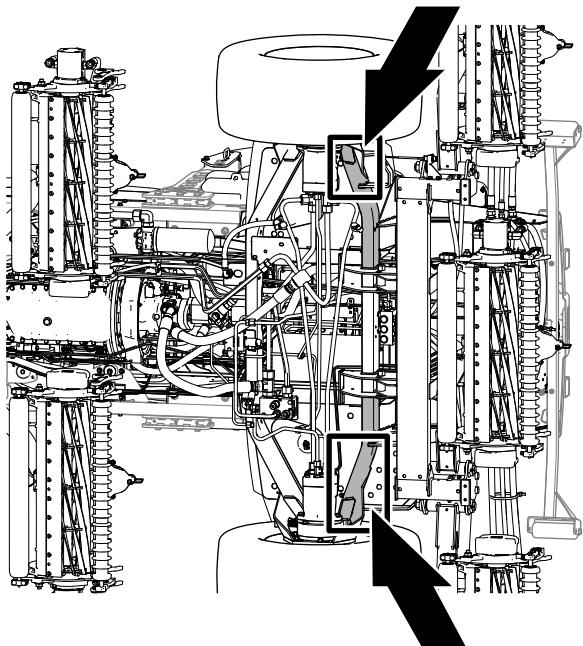

Figura 54
- Parte delantera de la máquina – en el bastidor de la máquina, por delante de los motores de tracción de las ruedas (Figura 54).